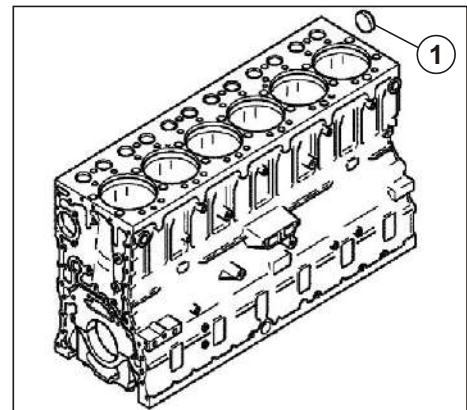

Рис. 37. Снятие заглушки.
1. При необходимости снять заглушку (1) (см. Рис. 37).
6. Установить заглушку (1) (см. Рис. 37), используя приспособление 3016 + 2363 Ø 55 мм (см. Приложение Г).